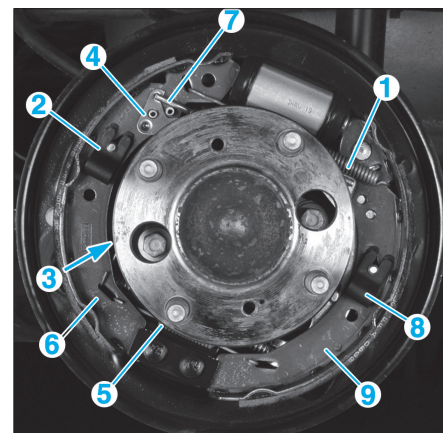

Fig. 10
- Déposer (Fig.10) :
- le ressort de rappel supérieur (1),
- le dispositif de maintien latéral du segment avant (2),
- le ressort (3),
- le levier de réglage (4),
- le ressort de rappel inférieur (5),
- le segment avant (6),
- la bielle du mécanisme de rattrapage de jeu (7),
- le dispositif de maintien latéral du segment avant (8),
- le segment arrière (9).